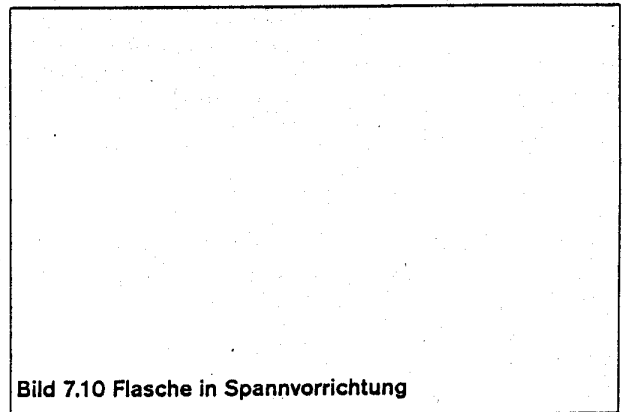

Bild 7.10 Flasche in Spannvorrichtung
- 1 Flasche fest in Spannvorrichtung einspannen (Bild 7.10)
- 2 Schutzrohr (15) montieren neuen O-Ring (14) in die Nut der Flasche legen.